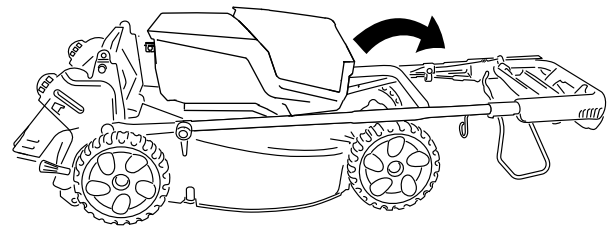

Figuur 4
1. Draai de knoppen van de handgreep los (Figuur 4).